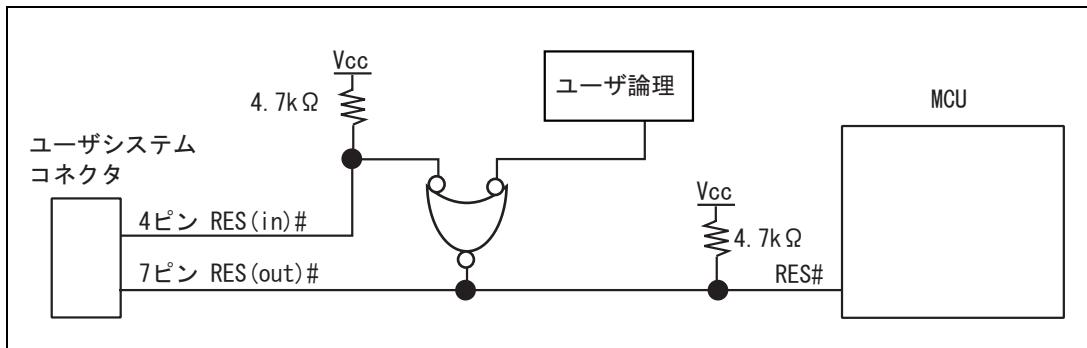

図1.6 RES#端子の結線
- ユーザシステムコネクタの4ピンのRES(in)#端子はE10A-USBエミュレータがMCUに對して出力する信号線です。ユーザ論理のリセット回路と4ピンのRES(in)#端子を図1.6のようにして、MCUに結線してください。また、ユーザシステムコネクタの7ピンのRES(out)#端子はE10A-USBエミュレータがMCUのRES#端子をモニタする信号線です。プルアップの上、ユーザシステムコネクタの7ピンに結線してください。